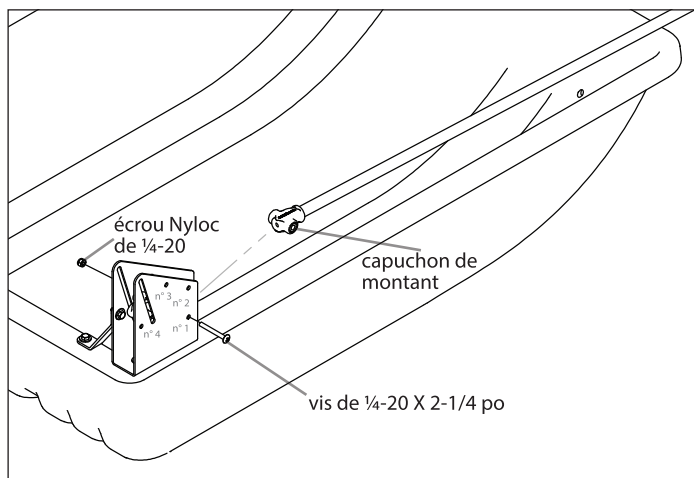

FIGURE 3
En commençant par le trou n° 1 de chacune des deux (2) articulations (15062), attacher les trois (3) montants d'armature (15017) assemblés à l'étape précédente aux articulations gauche et droite avec deux (2) vis de ¼-20 x 2-1/4 po et deux (2) écrous Nyloc de ¼-20. Répéter cette étape avec les trous n° 2 et n° 3 de chaque articulation. **VOIR FIGURE 3**